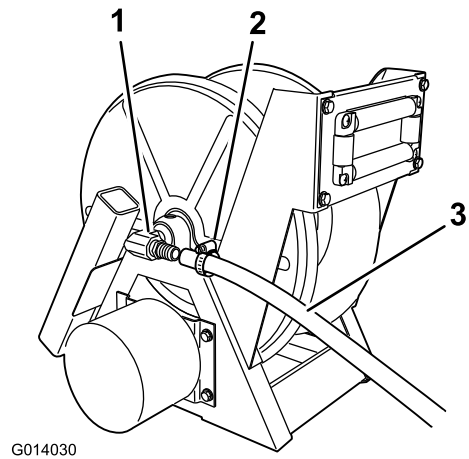

図 11
3. ホースの端部を、ホース・リール・アセンブリのタンク側にある90度バーブに接続する (図 11)。